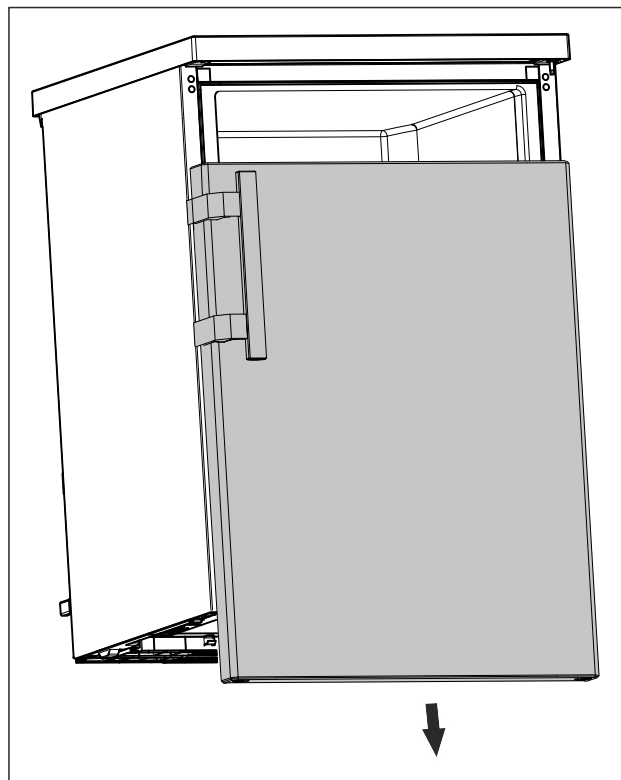

Fig. 12
- Vrata snemite navzdol. (glejte Fig. 12)